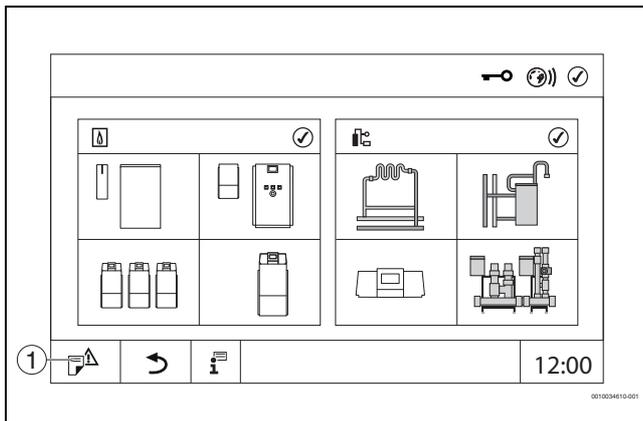

Bild 16 Servicemenü aufrufen (Beispiel)
- Symbol (→ Bild 16, [1]) ca. 5 Sekunden gedrückt halten.